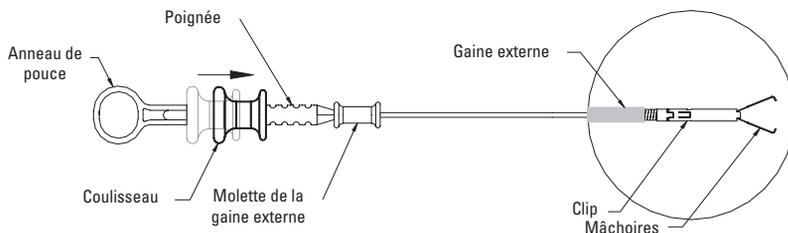

Figure 3 : Ouvrir les mâchoires de clip Resolution
1. Lorsque le clip Resolution se trouve à l'emplacement voulu, déplacer doucement le coulisseau en direction distale (en l'éloignant de l'anneau à pouce) afin d'ouvrir les mâchoires du clip Resolution, comme illustré dans la figure 3.